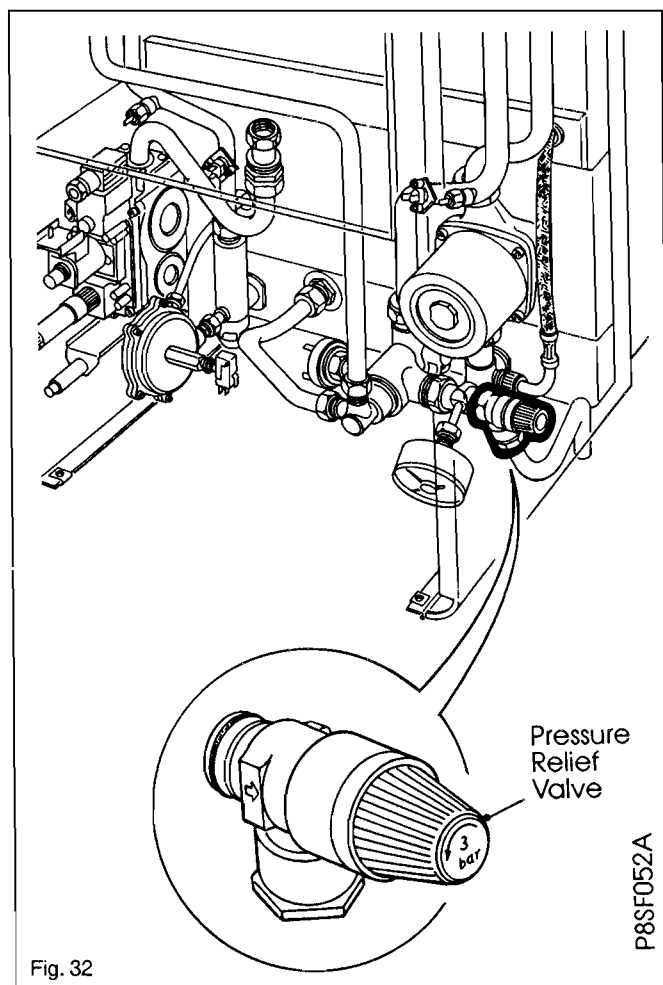

Fig. 32
6.29 Pressure Relief Valve (See Fig. 32)